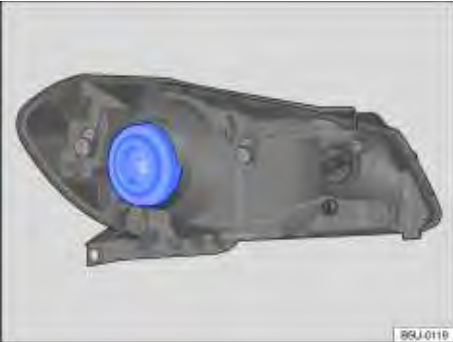

Fig. 171 No compartimento do motor: localização da lâmpada incandescente do farol baixo / alto.
4.	Remover a cobertura de borracha na parte traseira do farol ⇒ Fig. 171.